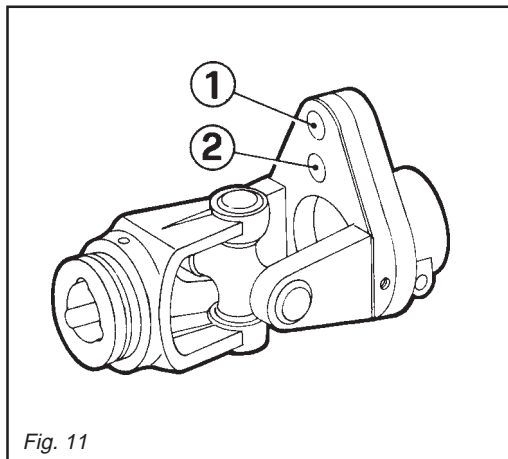

Fig. 11
Se tale bullone è inserito nel foro (2 Fig. 11) e si trancia ripetutamente, è consigliabile montarlo nel foro (1 Fig. 11).
*If the bolt, inserted in hole (2 Fig. 11), shears repeatedly, then we recommend inserting it in the hole (1 Fig. 11).*
Der Begrenzer, ins Kardangelen eingebaut, verfügt über eine Sicherheitsmutter, die auf eine mittlere Belastung eingestellt ist. Wenn sich bei besonders widerstandskräftigen Hindernissen diese Mutterschraube durchtrennt, muß sie durch eine neue gleicher Maße und gleichen Materials ersetzt werden. Wenn diese Mutterschraube in Öffnung (2 Fig. 11) eingefügt ist und sich wiederholt durchtrennt, raten wir sie in Öffnung (1 Fig. 11) zu montieren.
*Le limiteur engagé dans le joint de cardan, est équipé d'un boulon de sécurité pour un effort moyen. Si en présence d'obstacles particulièrement résistants ce boulon se casse, le remplacer par un boulon neuf aux mêmes dimensions et matériau. Si ce boulon est introduit dans le trou (2 Fig. 11) et se casse maintes fois, on conseille de le monter dans le trou (1 Fig. 11).*
Si, debido a obstáculos sobremanera resistentes, se tronchara el perno, hace falta que se sustituya con otro nuevo que tenga dimensiones y materiales iguales. Si el perno está introducido en el agujero (2 Fig. 11) y se tronchara muchas veces, se aconseja montarlo en el agujero (1 Fig. 11).